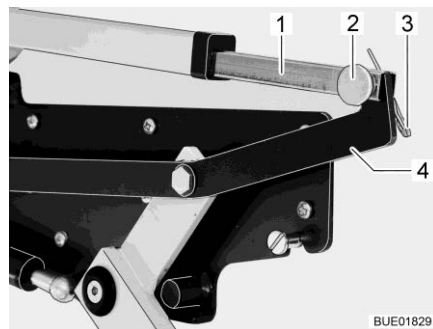

Fig. 142 Entraînement du lit escamotable
- Couper la connexion entre la tige de poussée (Fig. 142,1) et le levier (Fig. 142,4). Retirer pour ce faire la goupille (Fig. 142,3) et la broche (Fig. 142,2).